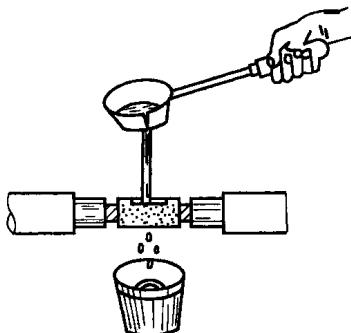

图 5-1 铜芯导线接头浇焊法
① 截面积为  $10\text{mm}^2$  及以下的铜芯导线接头，可用  $30\sim 150\text{W}$  电烙铁进行锡焊。锡焊前，在芯线表面涂一层无酸焊锡膏，待电烙铁烧热后即可锡焊。
② 截面积为  $16\text{mm}^2$  及其以上的铜芯导线采用浇焊法，首先在化锡锅内用喷灯加热锡，达到一定温度后，表面呈磷黄色，然后将导线接头放在化锡锅上方，用勺盛熔锡浇接头处，如图 5-1 所示。开始，接头温度低，锡在接头上流动性差，继续浇下去，使接头温度升高。直至全部焊牢，擦除焊渣，使接头表面光滑。